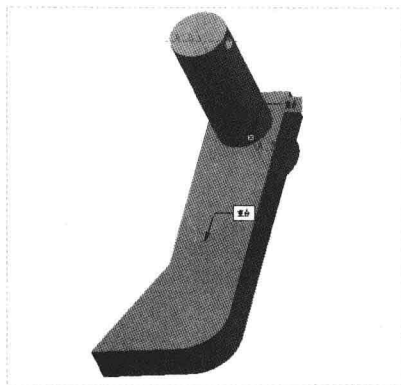

图 11-71 新建重合约束 2
Step 05 在“放置”下滑面板中单击“新建约束”按钮，在连杆轴的 A_2 轴上单击鼠标左键，拖曳鼠标至连杆柄的 A_2 轴，单击鼠标左键，新建重合约束，如图 11-71 所示。